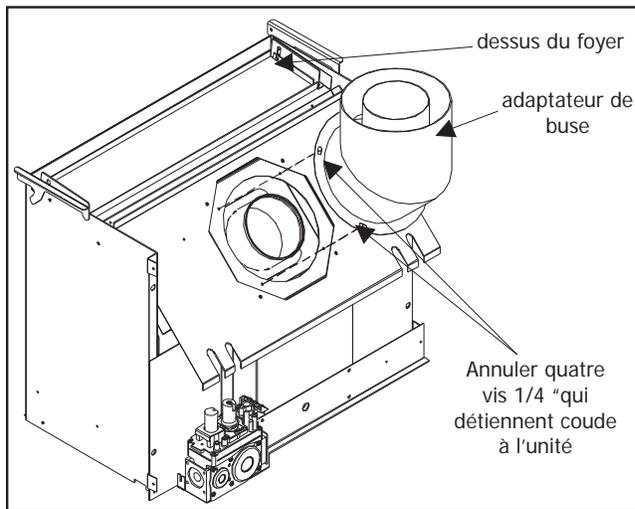

Figure 45: Étape 3 de Conversion Top évacué dans arrièredéchargé.
2. Retirez les quatre (4) ¼ "vis qui maintiennent le coude de la buse sur le corps de l'unité (voir Figure 45).